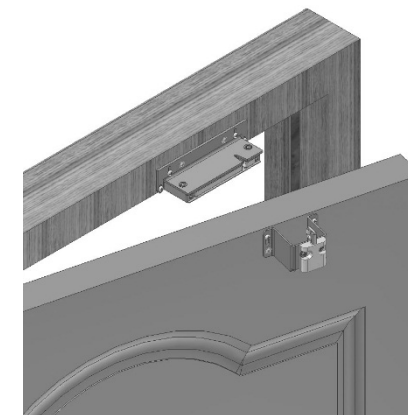

Рисунок 4- Установка замка на монтажный L-уголок
- **L-уголок AL-250UZ** монтажный уголок для дверей, открывающихся наружу (рисунок 4)